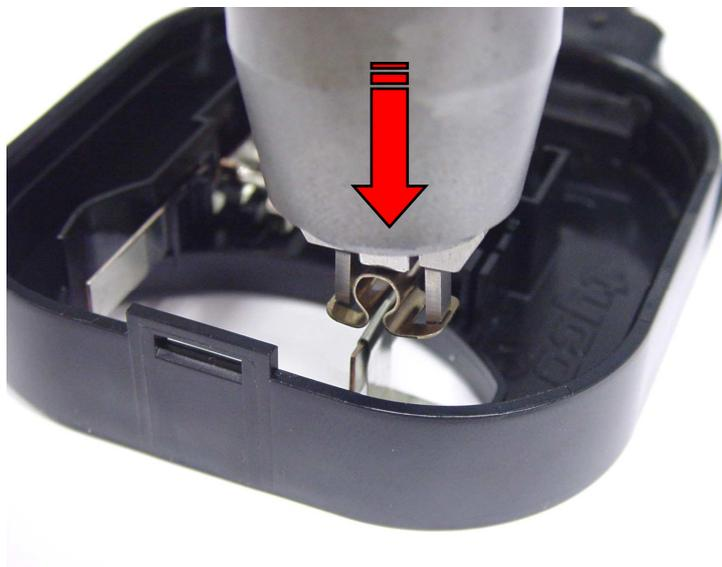

Abbildung 6
4. Nun können die Klammern von oben auf die Stromschiene aufgesetzt werden (siehe Abbildung 6).